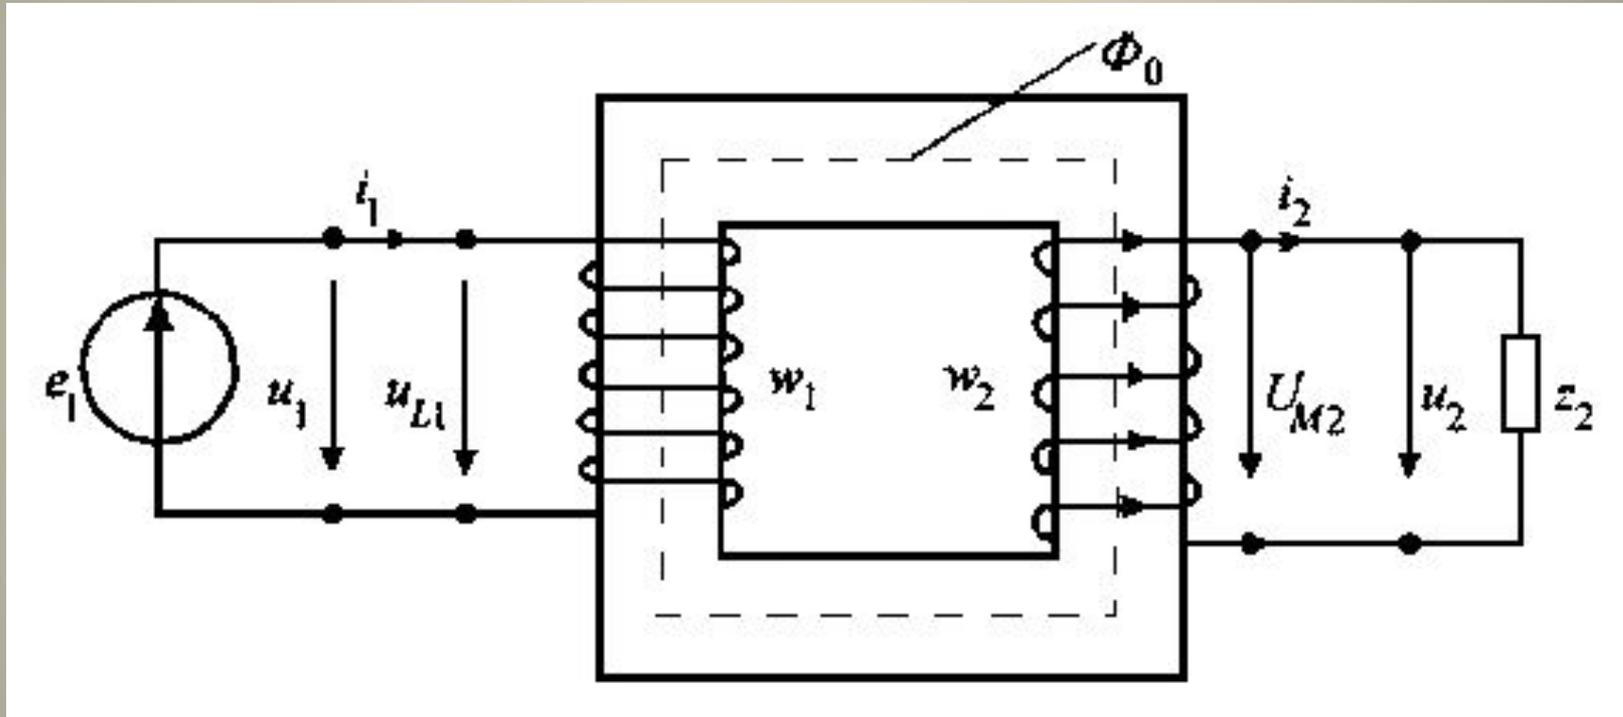

Рис. 4.1. Схема электрической цепи с трансформатором
- Простейший однофазный электрический трансформатор (рис. 4.1) состоит из двух обмоток, размещенных на ферромагнитном магнитопроводе, который набран из изолированных друг от друга листов электротехнической стали толщиной 0,3...0,5 мм, с целью уменьшения потерь на вихревые токи (потерь в стали) P_c .
- Действие трансформатора основано на явлении электромагнитной индукции (рис. 4.1).